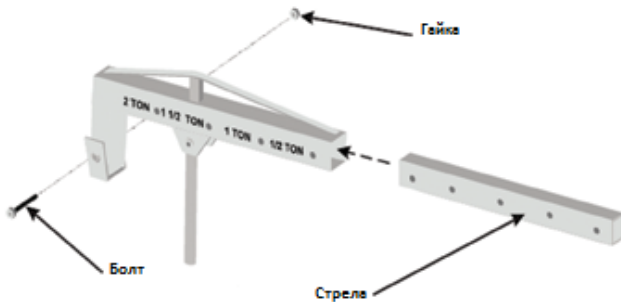

Рис.7
8. Вставьте стрелу в штангу и закрепите в положении необходимой грузоподъемности с помощью болта и гайки. (См. Рис. 7)